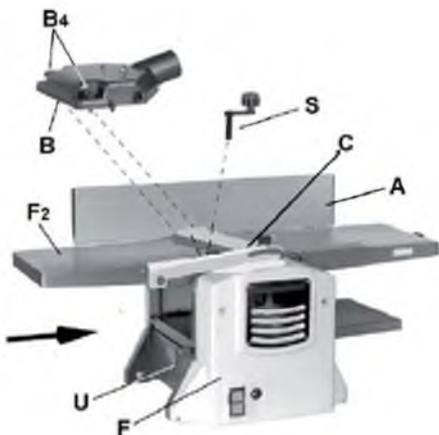

Рис. 15
- Якщо верстат налаштований в даний момент на операцію стругання-фугування, слід зняти лоток для видалення пилю та відходів (B, Рис. 15).